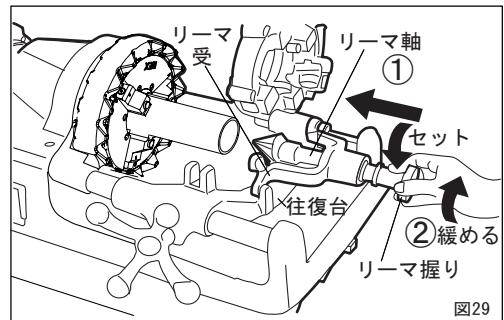

図29
③ 握りを反時計方向に回してホルダーにセットします。（図29）